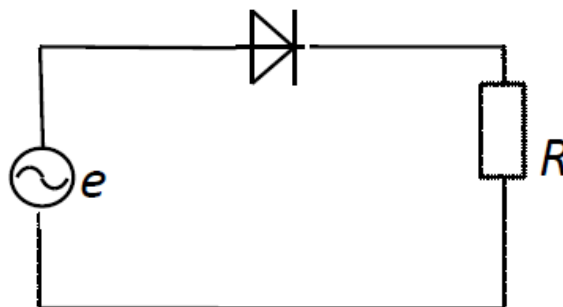

Рис.1
1. В схеме рис.1 $e = 16\sin(\omega t)$; $R = 0,014 \text{ кОм}$;